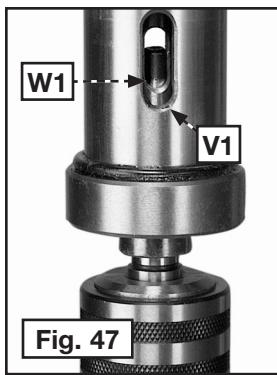

Fig. 47
- Alignez la rainure sur le fourreau (V1), fig. 47, sur l'encoche de la broche (W1).